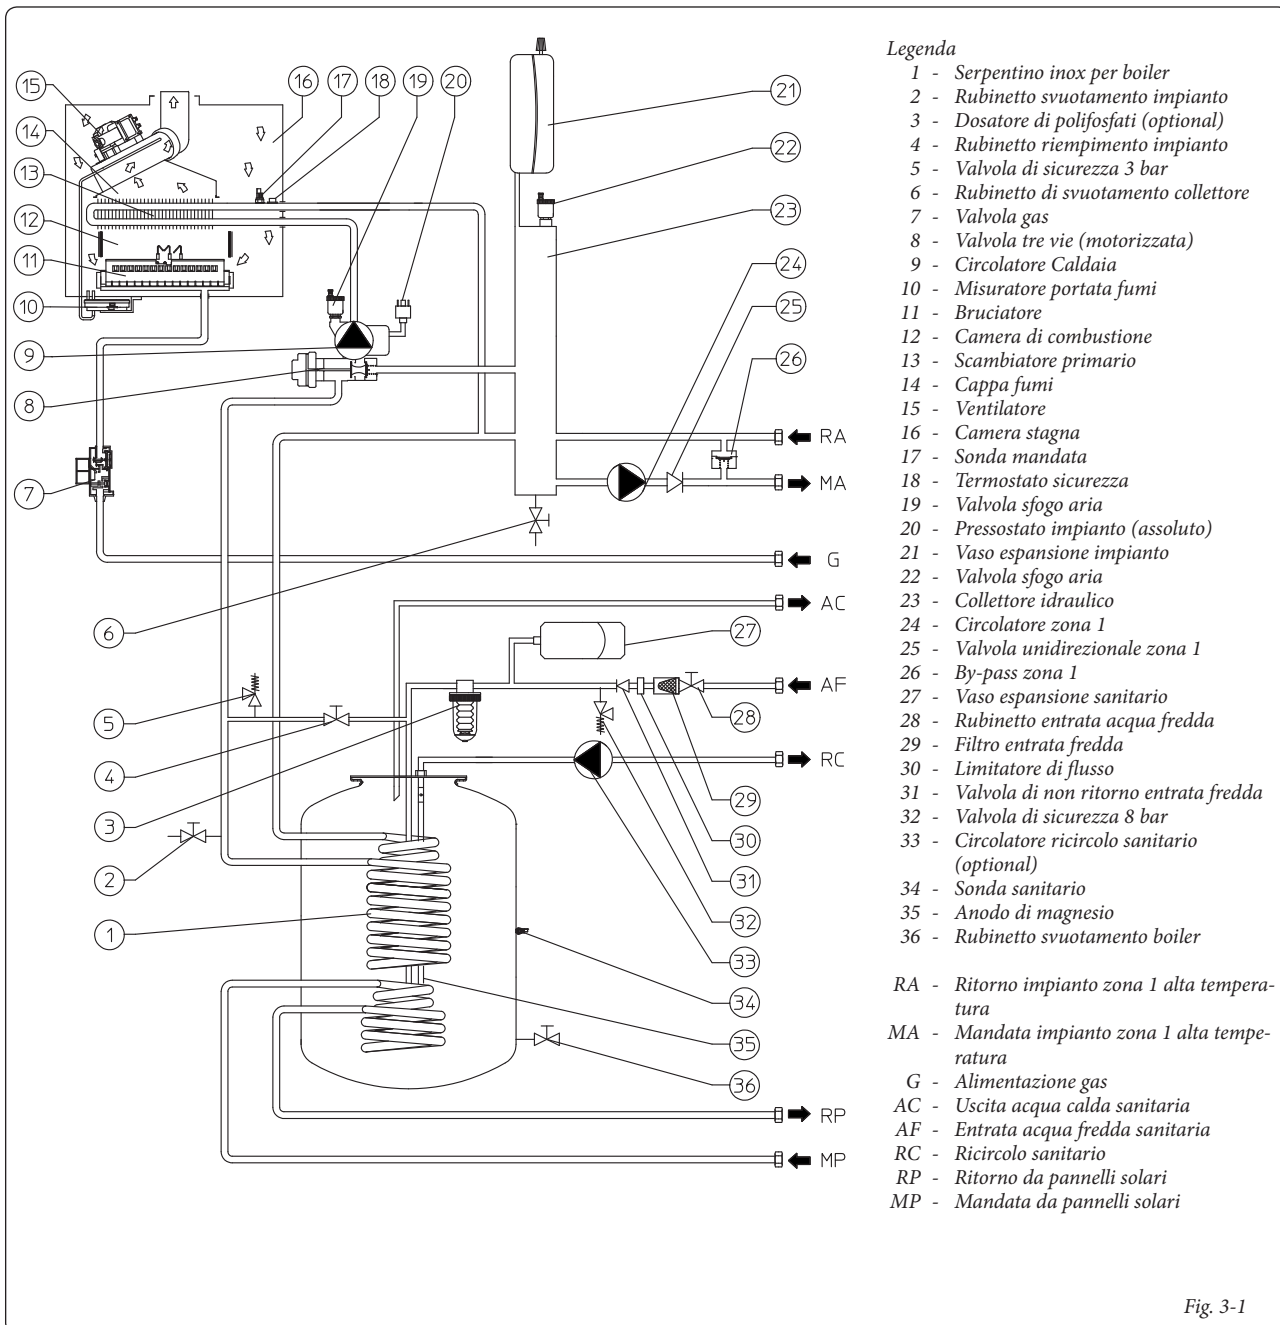

Fig. 3-1
N.B.: tutte le operazioni relative alle regolazioni delle caldaie devono essere effettuate da un tecnico abilitato (ad esempio il Servizio Assistenza Tecnica Immergas). La taratura del bruciatore deve essere effettuata con un manometro differenziale ad "U" o digitale, collegato alla presa di pressione positivo (part. 14 fig. 3-1) e alla presa pressione di uscita valvola gas (part. 4 fig. 3-3), attenendosi al valore di pressione riportato nelle tabelle del parag. 3.18 per il tipo di gas per il quale la caldaia è predisposta.